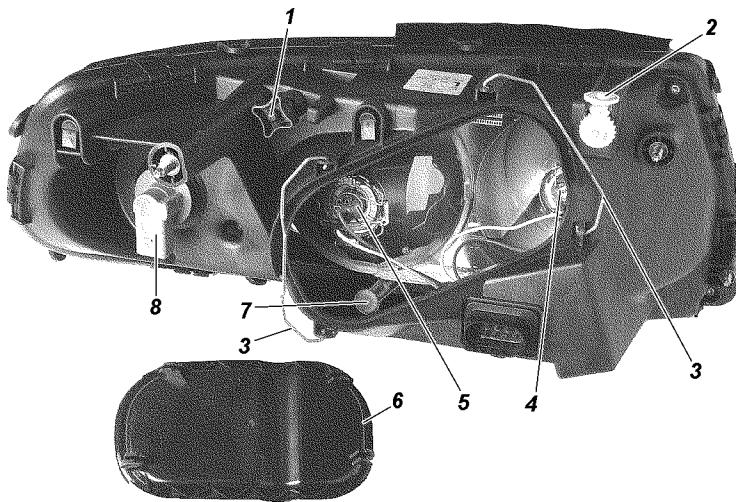

Рис. 9.33. Фара:
3. Включите ближний свет фар и, поочередно закрывая каждую фару, вращением регулировочного винта 1 (рис. 9.33) и регулировочной шестерни 2 добейтесь, чтобы светотеневая граница слева от точек Е и Е' совпадала с линией 1, а справа - с линиями 2 и 2' для левой и правой фар соответственно. Точки перелома светотеневой границы должны совпадать с точками Е и Е'.
Замена ламп фар. Для замены лампы указателей поворота снимите колодку с патрона 8 (см. рис. 9.33), поверните